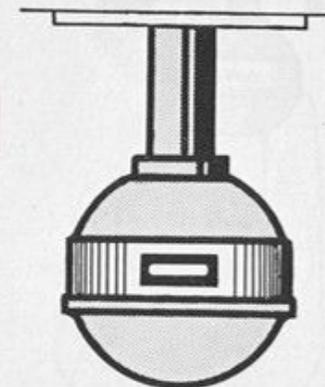

Abb. 31
4. Der Stichlängenverstellhebel 15 (Abb. 27) besitzt an seinem kugeligen Ende zwei Kennzeichen, und zwar das Zickzack-Kennzeichen Abb. 30 und das Knopfloch-Kennzeichen Abb. 31.